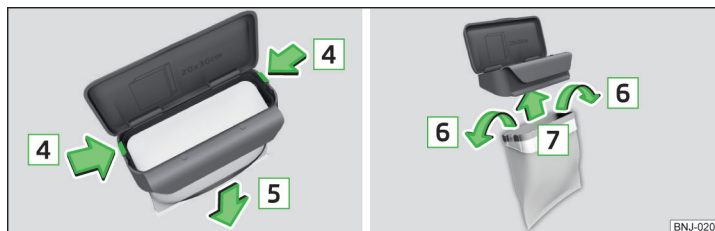

Abb. 75 Beutel ersetzen
- › Die beiden Rastnasen am Rahmen in Pfeilrichtung **4** » Abb. 75 abdrücken.